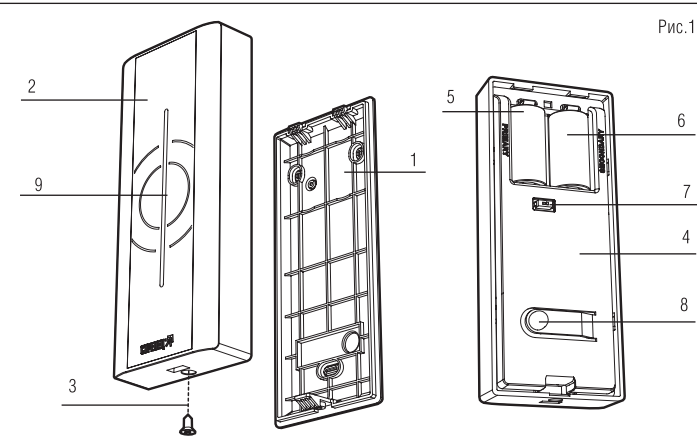

Рис.1
СК-Р выполнен в виде одного блока (рис.1) и состоит из основания (1) и крышки (2). Крышка крепится к основанию с помощью защелки и фиксирующего шурупа (3).